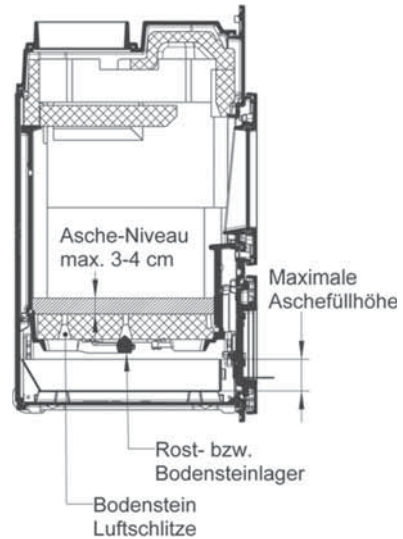

Abb. 3.15 Situation Bodenstein
- Die eigentliche Entaschung erfolgt über die Stehplattenöffnung (siehe Abb. 3.15) in den vorgezogenen Aschekasten.